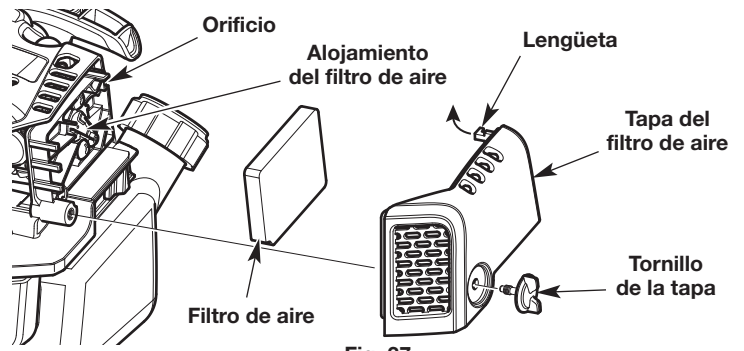

Fig. 37
1. Desenrosque completamente el tornillo de la tapa. Gire la cubierta del filtro de aire hacia la derecha. Extraiga la tapa del filtro de aire del alojamiento de dicho filtro (Fig. 37).
2. Extraiga el filtro de aire de su alojamiento (Fig. 37).
6. Vuelva a instalar el filtro de aire en su alojamiento (Fig. 37).
7. Inserte la lengüeta sobre la cubierta del filtro de aire dentro del orificio en el alojamiento del filtro de aire. Gire la cubierta del filtro de aire hacia la izquierda. Oprima la tapa del filtro de aire nuevamente en el alojamiento de dicho filtro. Inserte el tornillo de la tapa dentro de la tapa del filtro de aire. Apriete el tornillo de la tapa para sujetar dicha tapa (Fig. 37).